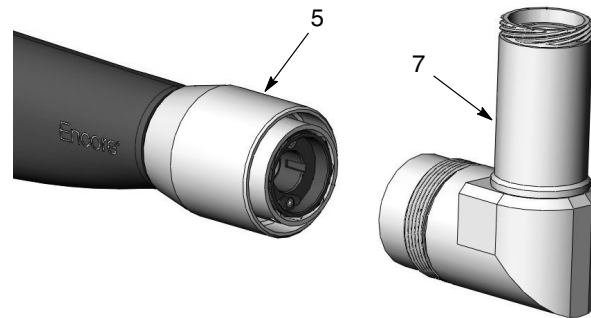

Abbildung 6 Verlängerung an der Sprühpistole montieren
- Siehe Abbildung 6. Die Verlängerung (7) an der Pistole anbringen, wie gewünscht ausrichten und anschließend die Gehäusemutter (5) auf die Verlängerung schrauben. Mutter handfest anziehen.
3. Siehe Abbildung 6. Die Gehäusemutter abschrauben und die Verlängerung von der Sprühpistole entfernen.
1. Siehe Abbildung 6. Das Verlängerungsgehäuse an der Pistole anbringen, wie gewünscht ausrichten und die Gehäusemutter auf die Verlängerung schrauben. Mutter handfest anziehen.